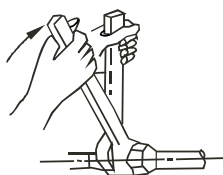

Рис. 7-7
- При подсоединении или отсоединении труб хладагента необходимо использовать гаечный и динамометрический ключи (см. рис. 7-7).